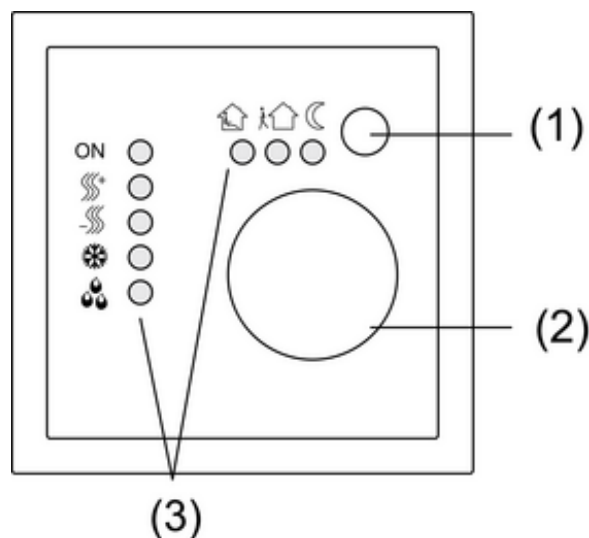

Figura 1
Il regolatore confronta l'attuale temperatura del locale con la temperatura nominale impostata e comanda in base al fabbisogno l'apparecchio di riscaldamento e di raffreddamento. La temperatura nominale è determinata dalla modalità operativa impostata e può essere modificata con la rotellina di regolazione (2). La modalità operativa selezionata e lo stato attuale del regolatore sono visualizzati mediante il LED di stato (3)(figura 1).
La nuova modalità operativa è visualizzata mediante il LED di stato (3)(figura 1).
- Premere il tasto Presenza (1) (figura 1).